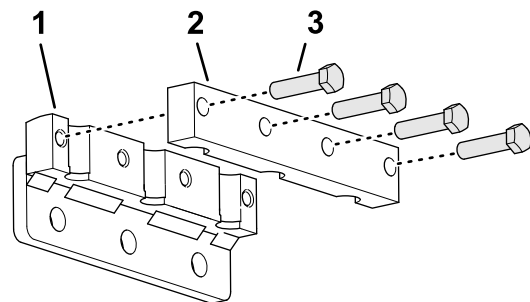

Figure 40
1. Fixez légèrement le serre-louchets sur le porte-louchets (Figure 40) à l'aide de 4 boulons ($\frac{3}{8}$ " x $1\frac{1}{2}$ "). Ne serrez pas les vis.